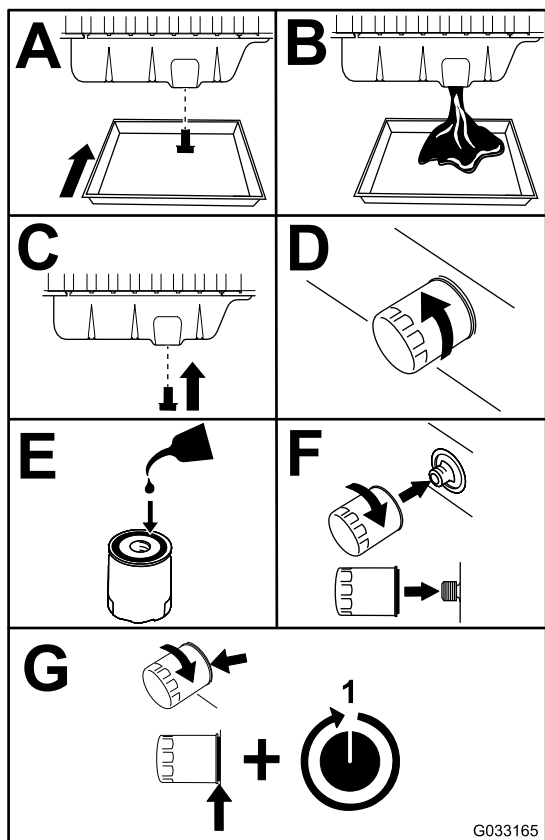

Рисунок 71
3. Замените моторное масло и масляный фильтр (Рисунок 71).